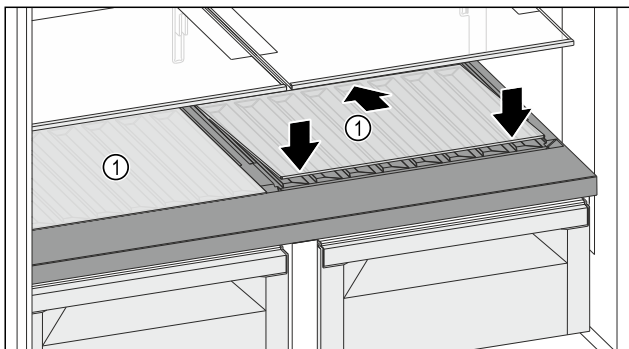

Fig. 150
- Postavite staklenu ploču Fig. 150 (1) ukoso, nagnutu straga prema dolje.
- Staklenu ploču Fig. 150 (1) podignite sprijeda.